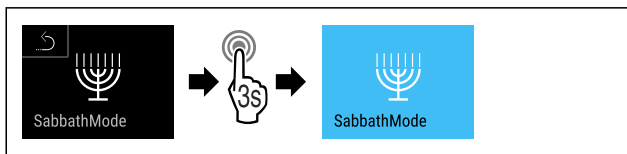

Fig. 11
- ▶ Eseguire i passaggi (vedere Fig. 11).